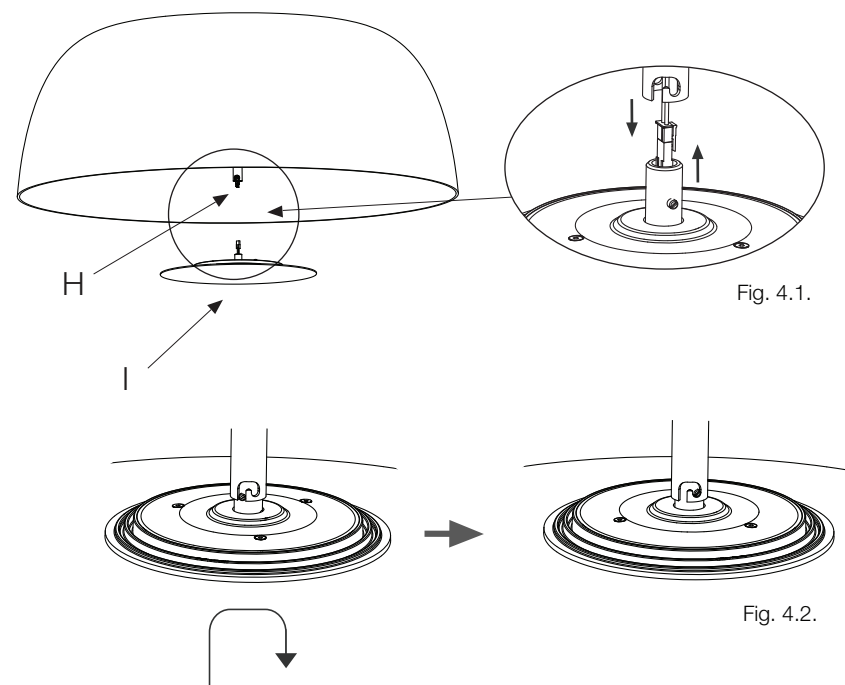

Fig. 4.1.
4. Clip the connector on the regulator box (H) to the connector on the LED plate (I) as shown in Fig. 4.1, and secure the LED plate by twisting it as shown in Fig. 4.2.
4. Clipar el conector del grupo eléctrico (H) con el conector del plato de leds (I) como se muestra en la Fig. 4.1. y fijar el plato de leds realizando un giro de bayoneta como se muestra en la Fig.4.2.
4. Fixez le connecteur du groupe électrique (H) au connecteur de la plaque à LED (I) comme indiqué à la Fig. 4.1. et fixez la plaque à LED avec une rotation à baïonnette comme indiqué à la Fig.4.2.
4. Klemmen Sie den Steckverbinder der Reglerbox (H) mit dem Steckverbinder der LED-Platte (I) wie in Abb. 4.1 gezeigt ein und befestigen Sie die LED-Platte durch eine Bajonett-drehung, wie in Abb. 4.2 gezeigt.